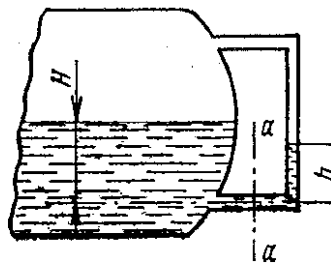

Рис. 2
**Задача 2:** уровень воды в барабане парогенератора измеряется водомерным стеклом (рис. 2). Давление пара в барабане  $100 \text{ кгс/см}^2$ , вода в барабане находится при температуре насыщения. Действительное значение уровня  $H = 0,5 \text{ м}$ .